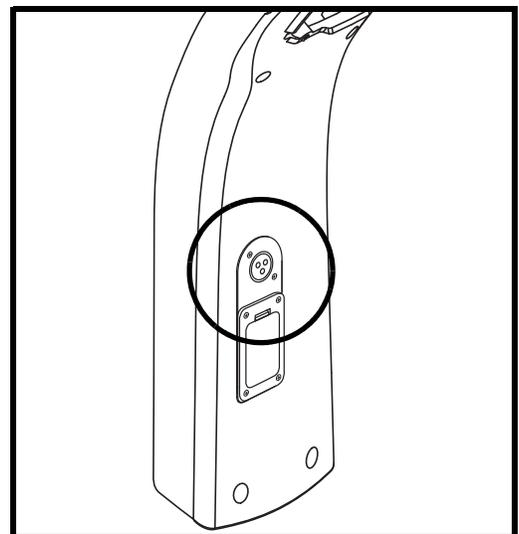

Abb. 6. Steckdose für Ladegerätkabel
Das externe Ladegerätkabel wird an Ihrem Elektromobil mittels dieser Ladegerätkabelsteckdose angeschlossen. Siehe Abb. 6.
4. Stecken Sie das 3 polige Ladekabel in den Ladegerätanschluss. **Siehe Abb. 6 und 12.**